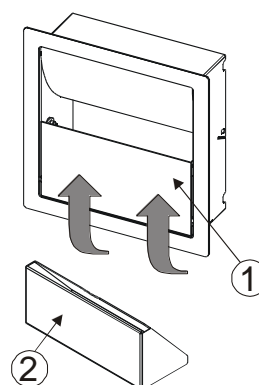

Figure 4– Bac
Le bac (2) est facilement extractible de son logement ; il suffit de soulever le volet (1) en bas et d'extraire le bac (Voir fig.4).